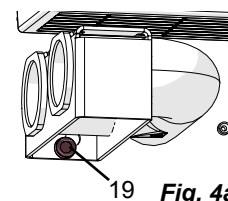

Fig. 4a
- ⇒ Svitare la vite zigrinata (19, Fig. 4a).
- ⇒ Fissare il supporto con la vite zigrinata (19, Fig. 4a).